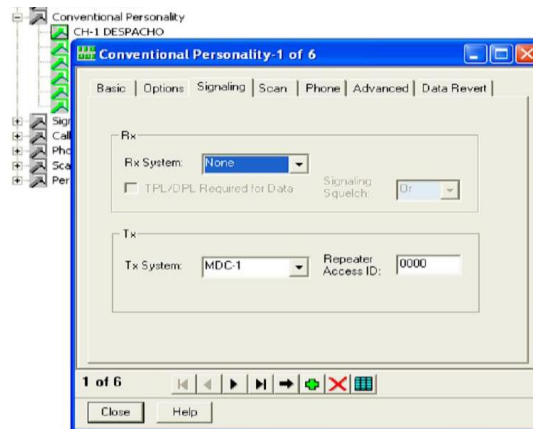

Figura 3.8 Agregando el sistema de señalización
7. Una vez que programamos las frecuencias con sus respectivos tonos y ancho de banda, además podemos agregar Sistema de Señalización (ID), hacer click en Signaling ver Figura 3.8.